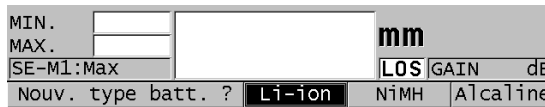

Figure 2-5 Sélection du nouveau type de piles
14. Pour répondre à la question qui s'affiche dans la partie inférieure de l'écran (voir la Figure 2-5 à la page 49) :